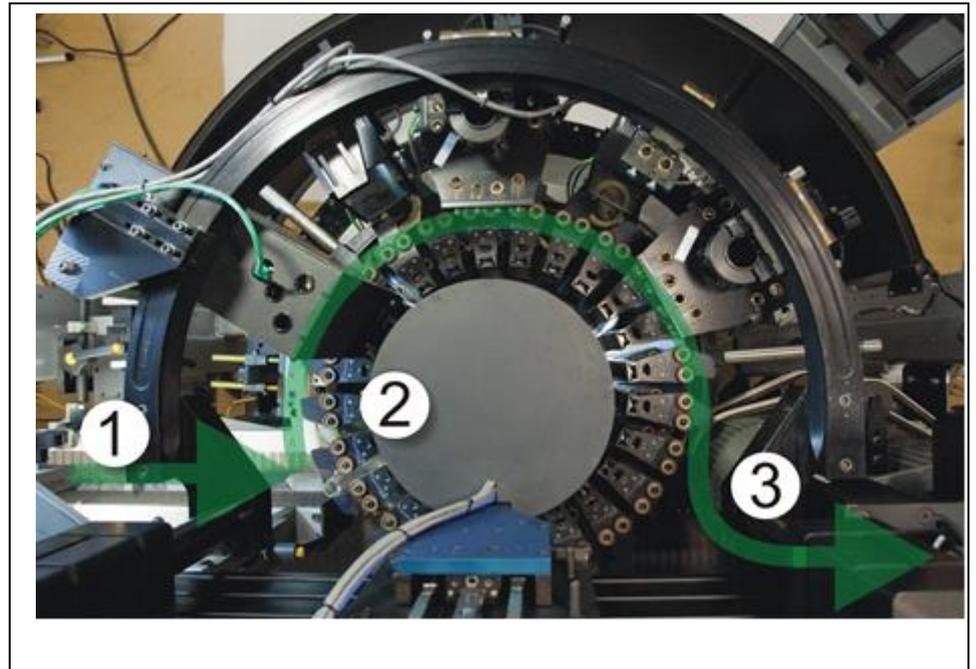

Figura 2: Ruta de transporte del recipiente (se muestra el transportador de botellas tipo cesta)
- Una unidad de transportador de botella. Los transportadores de botella están disponibles en dos estilos: ruedas de estrella de estilo convencional (generalmente unidades de rueda de estrella superior e inferior) o el transportador estilo cesta (Figura 2). A continuación se describen ambos tipos de transportadores de botella. Los transportadores de botella se utilizan para transportar recipientes desde los tornillos de alimentación, a través de las estaciones de inspección, hacia la unidad de salida.